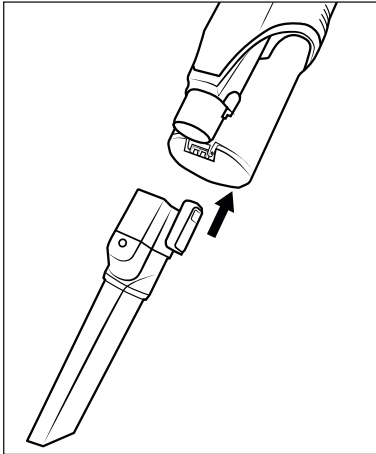

Abb. 14
- ◆ Schieben Sie das Zubehör auf das Saugrohr 24 oder auf die Saugöffnung des Gerätes, bis es mit einem Klickgeräusch einrastet (siehe Abb. 14). Achten Sie dabei auf die richtige Position der Verriegelung.